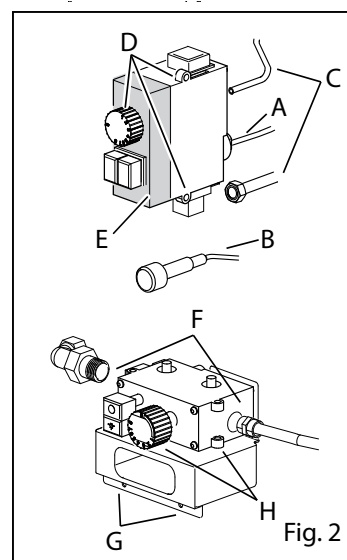

Fig. 2
- Desatarraxar o termopar e as conexões em entrada e saída de gás (Fig. 2/F)
- Desatarraxar o suporte e a válvula (Fig. 2/G)
- Remover o manípulo e o suporte da válvula (Fig. 2/H)